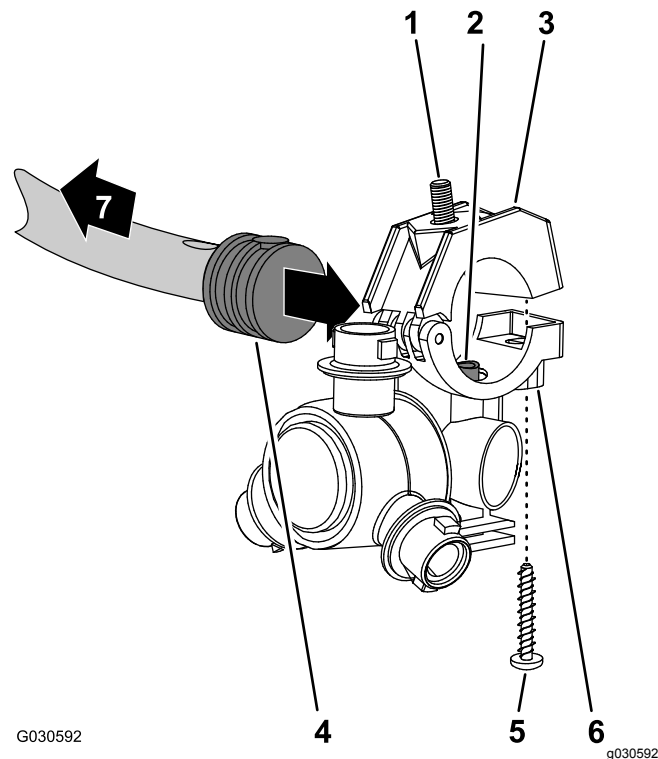
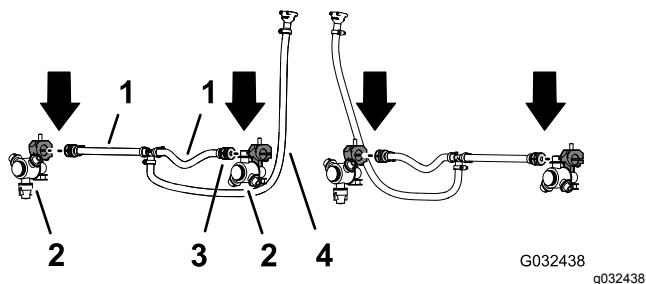

Рисунок 55
Рисунок 56
- Найдите отверстие в боковой части хвостовика одностороннего шлангового штуцера типа «елочка», установленного в конце шланга длиной 25 см, входящего в состав шлангового узла (клапан опрыскивателя 5 или 6), для средней секции опрыскивателя (Рисунок 55 и Рисунок 56).
- Выполняя действия с двумя распылительными соплами из доводочного комплекта системы опрыскивания GeoLink, выверните винт из нержавеющей стали, который крепит верхнюю половину зажима к опоре (Рисунок 55).
4. Совместите трубу для перекачивания в опоре распылительного сопла (Рисунок 55) с отверстием в боковой части хвостовика одностороннего шлангового штуцера типа «елочка» (1/2 дюйма).
5. Установите верхнюю половину зажима поверх хвостовика штуцера типа «елочка» и закрепите половину зажима и корпус распылительного сопла (Рисунок 55) с помощью винта из нержавеющей стали (12 x 1-1/4 дюйма); затяните винт из нержавеющей стали с моментом от 14 до 18 Н·м.
6. Используя распылительное сопло, болт с шестигранной головкой и винт из нержавеющей стали, снятые при выполнении пунктов 1 и 2 раздела Демонтаж распылительных сопел (страница 26), повторите действия, описанные в пунктах с 3 по 5, для хвостовика одностороннего шлангового штуцера типа «елочка» (Рисунок 55 и Рисунок 56), находящегося в конце другого шланга длиной 25 см (10 дюймов).
опрыскивателя 5 или 6) в средней секции стрелы (Рисунок 55 и Рисунок 56).